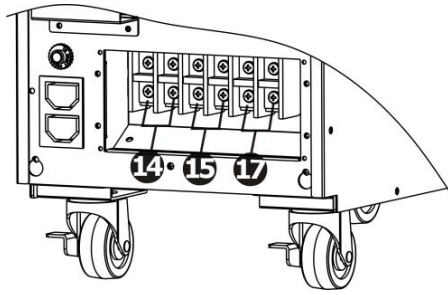

Figura 2: Terminales entrada/salida
13. Terminales de entrada / salida (consulte la figura 2 y 4)